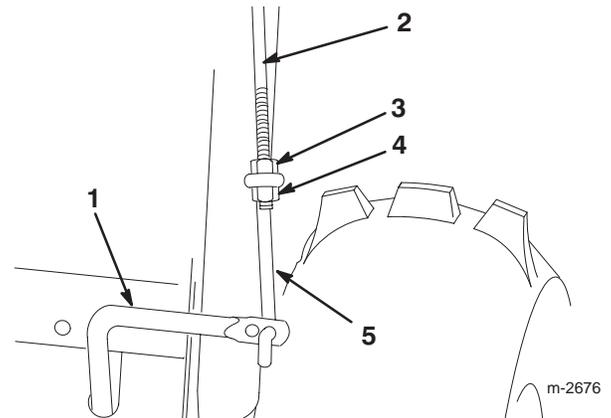

Figura 9
2. Infilate il tirante inferiore nel foro esterno dell'asta di comando inferiore, come riportato nella Figura 9.